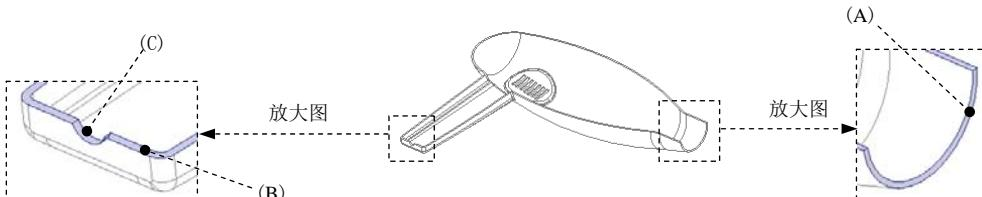

图 8.9 定义边界面
(3) 然后选取“边界面”(boundary surface)，操作方法如下。
① 按住 Shift 键，选取图 8.9 中的三个曲面为边界面，此时图中所示的边界面会加亮。